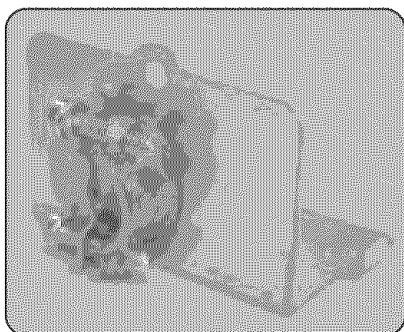

Figure 26/Ilus. 26
- 1) Retrieve the strain relief plate, and install a strain relief (not supplied) into the opening on the strain relief plate. NOTE: Orient the strain relief as shown in Figure 26.
- REMARQUE : Orienter le réducteur de tension comme à la figure 26.
- NOTA: Acomode el alivio de presión tal como indica en la Ilustración 26.